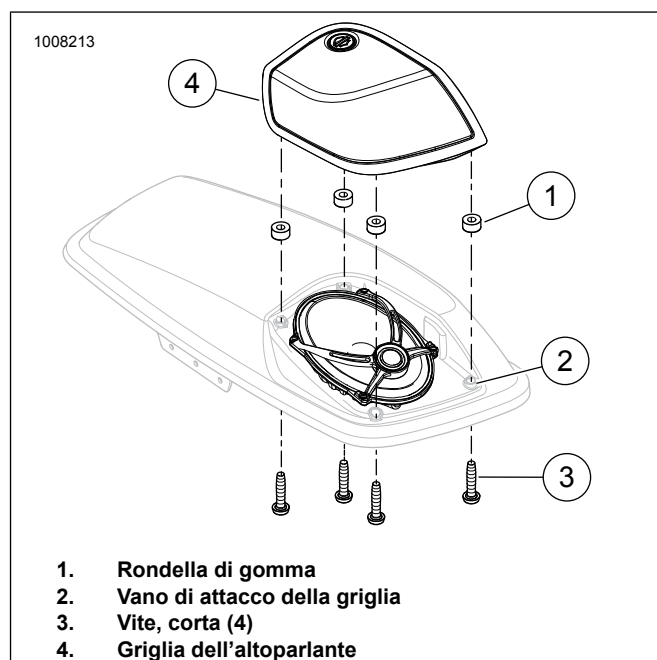

Figura 19. Installazione e rimozione della griglia
7. Vedere la figura 19. Rimuovere le viti della griglia dell'altoparlante (3). Conservarle per usarle in seguito.
8. Rimuovere la griglia dell'altoparlante (4). Conservarla per usarla in seguito.
9. Annotare la posizione delle guarnizioni di gomma (1) per il riutilizzo.